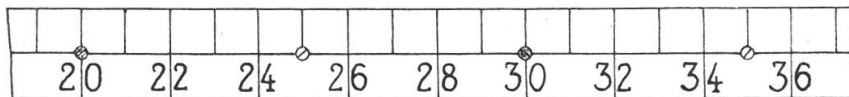

Abb. 2. Teilung der Fluryschen Meßkluppe
2. Fall, Fig. 2. Handelt es sich um einen schweren Stamm oder ist der Stamm hangaufwärts zu ziehen, so werden zwei Rollen (Flaschenzugwirkung) verwendet: die eine Rolle R_1 am Bindeseil des Stammes B und die andere R_2 am zu schleifenden Stamme.
Die Konstruktion der Kluppe ist im übrigen gleich geblieben. Das trapezförmige Lineal aus Birnbaumholz ist mit starken Messingschienen eingefasst. Die Teilung ist außerordentlich deutlich auf einer weißen Zelluloidplatte angebracht, die von 5 zu 5 cm mit Schrauben am Lineal befestigt ist. Die Zahlen sind so gestellt, daß bei der in der Praxis üblichen Abrundung auf gerade Zentimeter (31,9 = 30 cm) Ablesungsfehler möglichst vermieden werden. (Abb. 2.)